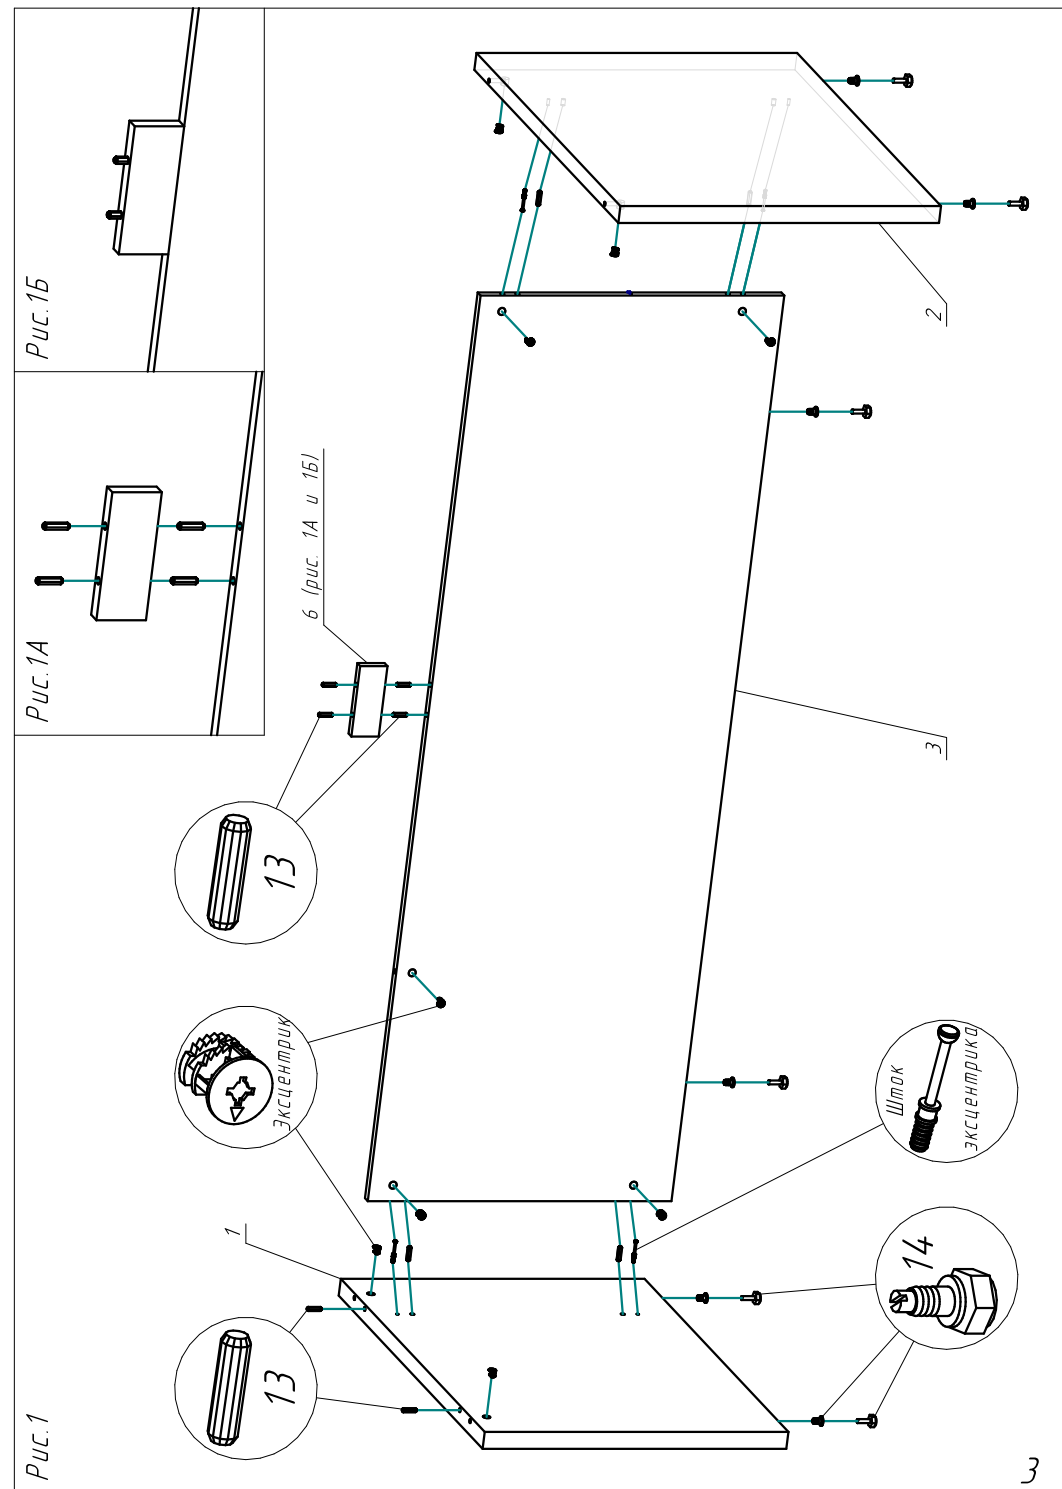

Рис. 1
1. В стойки стола (1 и 2) и царгу (3) вбейте футорки от опор (14) и вкрутите в них опоры. Вставьте шканты (13) во все глухие отверстия диаметром 8мм. В глухие отверстия диаметром 5мм, расположенные на пласти деталей, вверните штоки эксцентриковых стяжек (12). Во все глухие отверстия диаметром 15мм вставьте эксцентрики (12). Стрелка на эксцентриках должна быть повернута в сторону штока. Соедините стойки стола (1 и 2) с царгой стола (3) так, чтобы фурнитура попала в ответные отверстия. При помощи отвертки поверните эксцентриковые стяжки на 180 градусов до упора (рис. 1).
2. Вставьте сверху в царгу (3) два шканта (13). Установите на них вставку (6) и в нее же вставьте еще два шканта (рис. 1А и 1Б).